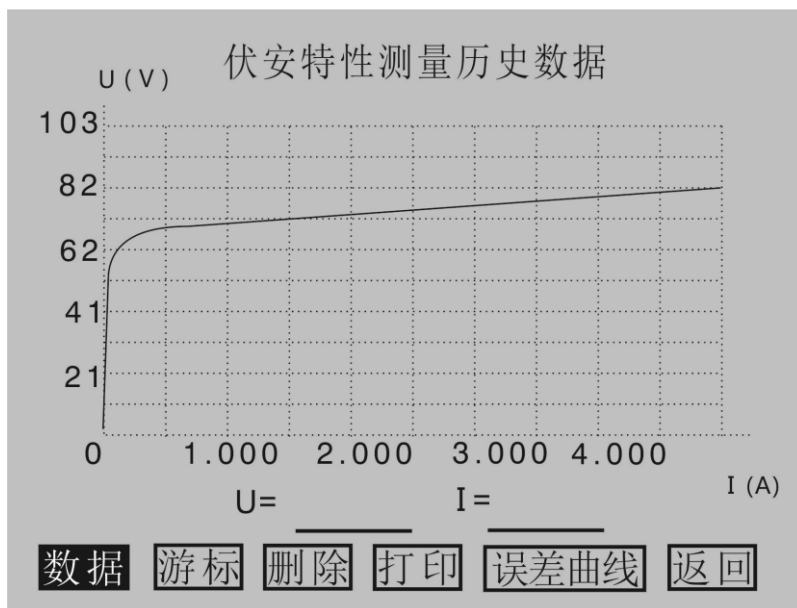

图 3.17 伏安特性测量历史数据
5. **查询**：选定数据后，通过旋转鼠标将光标移动至**查询**选项并按下，将弹出伏安特性测量历史数据操作界面，如图 3.17 所示。在伏安特性测量历史数据操作界面下，**删除**选项可删除本组历史数据；**数据**、**打印**、**误差曲线**选项的意义和操作跟伏安特性试验结果操作界面里面的对应选项相同，用户可参考 3.1.4 CT 伏安特性试验结果操作说明；**返回**可返回到伏安特性记录查询界面。